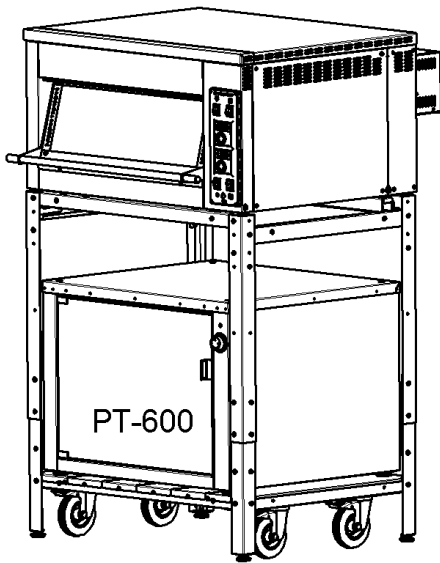

Рис.16
16. Вкрутить до упора 4 винтовые опоры шкафа РТ-600, затем установить шкаф РТ-600 в подставку на полки, как показано на рис. 16 и 16.1: